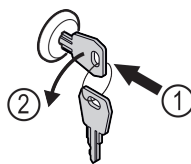

Fig. 181
- ▶ Vstavite ključ. Fig. 181 (1)
- ▶ Ključ obrnite v smeri proti urnim kazalcem za 90°. Fig. 181 (2)